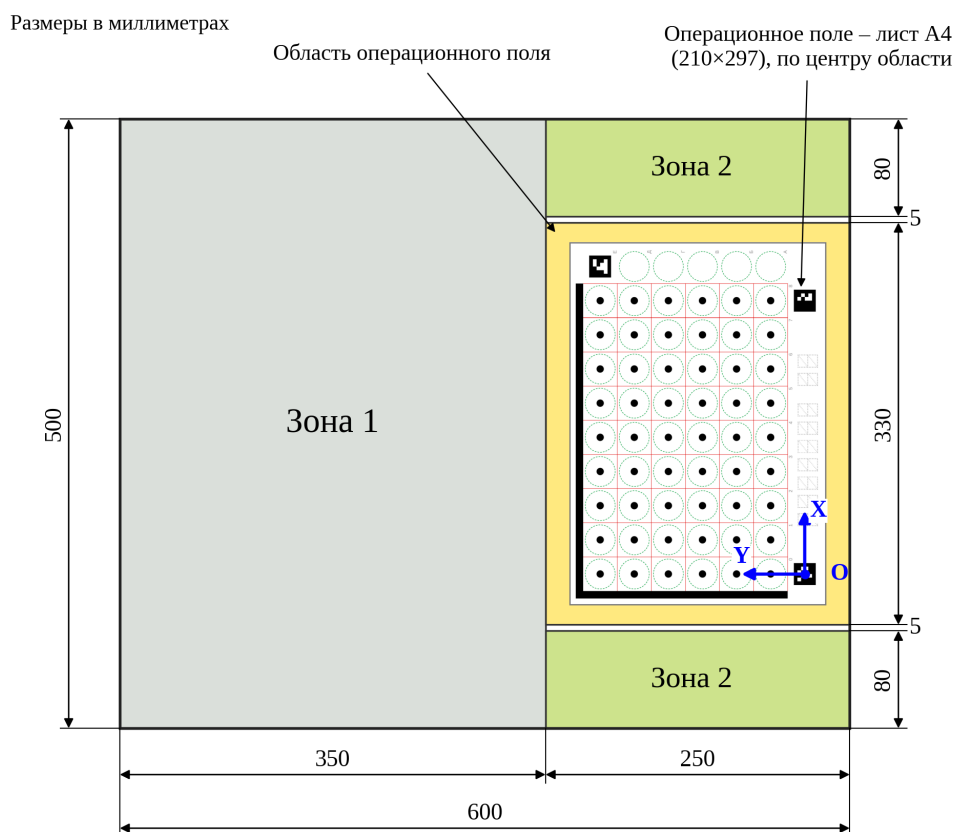

Рис. 1. Испытательный полигон (размеры в мм). Синим показаны оси координат операционного поля
Полигон — горизонтальная поверхность 600×500 мм (рис. 1). Устройство устанавливается в зоне размещения (п. 3.1). В центре области операционного поля закрепляется лист с операционным полем. Шаблон полигона для печати — приложение Б.
Операционное поле печатается на листе A4 (не менее 80 г/м^2 , масштаб 1:1) и закрепляется в центре области операционного поля в ориентации как указано на рис. 1: столбец отбоя — у верхней полосы зоны 2, метка id 27 — у правого нижнего угла листа. Лист крепится прозрачным скотчем только по краям: клетки, столбец отбоя и метки остаются открытыми. Отклонение положения листа — до 5 мм, поворот — до 3° . Шаблон для печати — приложение А.
2. Соберите полигон: распечатайте 8 листов приложения Б, обрежьте по меткам и соедините встык — или разметьте зоны на столе малярным скотчем по рис. 1.
3. Закрепите лист поля прозрачным скотчем по краям — в центре области операционного поля, по углам и в ориентации рис. 1.